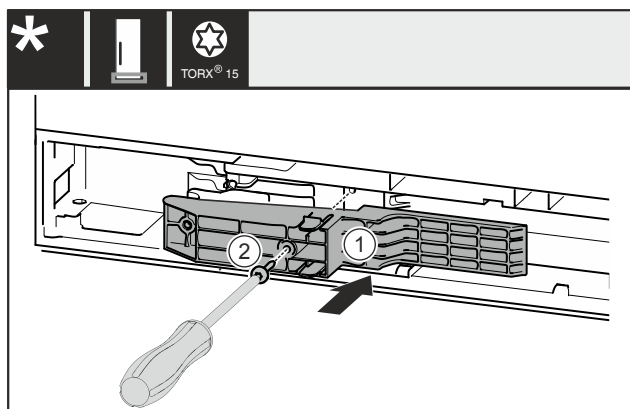

Fig. 48 *
- Adaptér Fig. 48 (1) na straně rukojeti vložte do výklenku.*
- Šroubovákem šroub Fig. 48 (2) pevně utáhněte.*